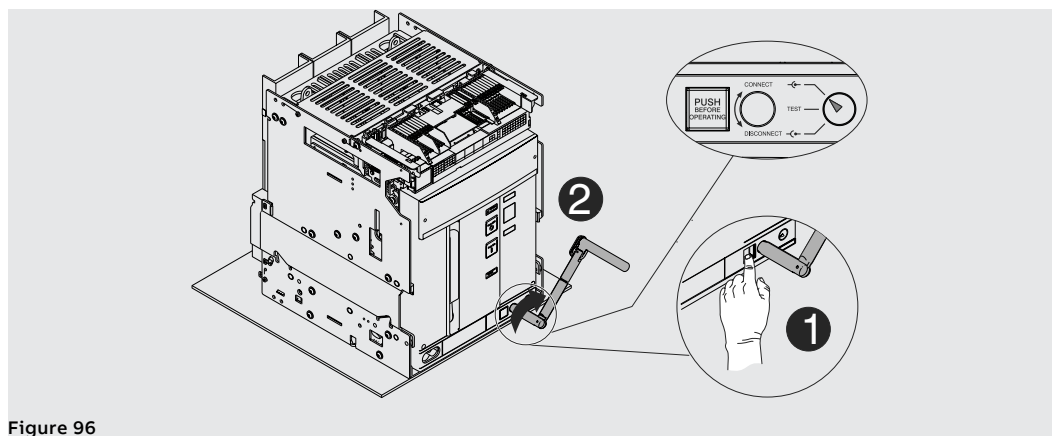

Figure 96
11. Appuyer sur le bouton de blocage puis tourner la manivelle dans le sens des aiguilles d'une montre jusqu'à ce que le bouton sorte et l'indicateur signale que le disjoncteur est en position **CONNECT**. Voir Figure 96.